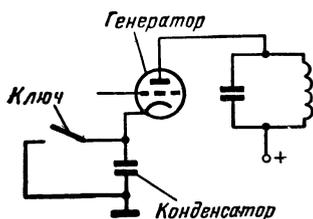
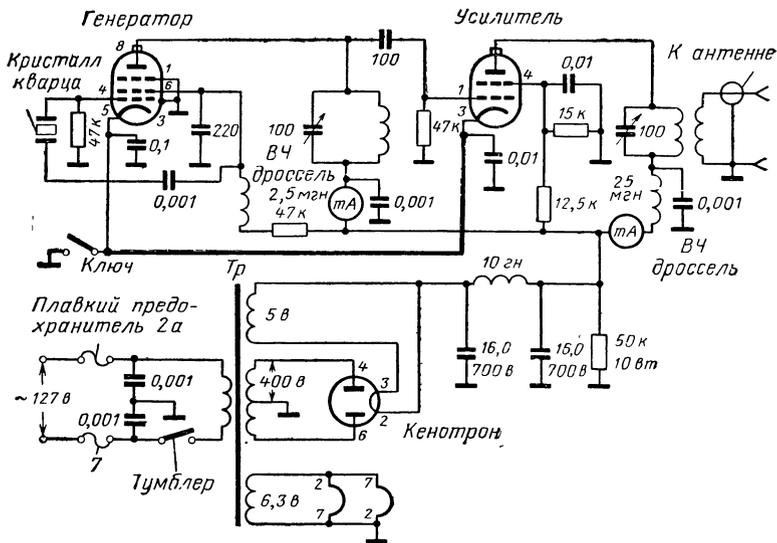

Рис. VI.161. Телеграфный ключ в катодной цепи дает возможность включать и выключать анодный ток.
Рис. VI.162. Полная схема передатчика частоты 7 Мгц. Цепь телеграфной манипуляции (цепь ключа) выделена жирной линией.
**Телеграфная манипуляция в передатчиках.** Если мы хотим, чтобы передатчик передавал сигналы кода Морзе, нужно иметь возможность управлять в нем возбуждением генерации. Телеграфные передатчики работают от телеграфного ключа, с помощью которого несущей придается форма точек и тире. Имеется несколько способов телеграфной манипуляции передатчика. В одном из наиболее распространенных способов телеграфный ключ используется для замыкания и размыкания цепи катода (рис. VI.161). Когда ключ замыкает цепь, через лампу проходит ток. Когда ключ разомкнут, ток отсутствует. Как показано на схеме рис. VI.162, отпирание цепей катодов происходит одновременно в генераторе и выходном усилителе.